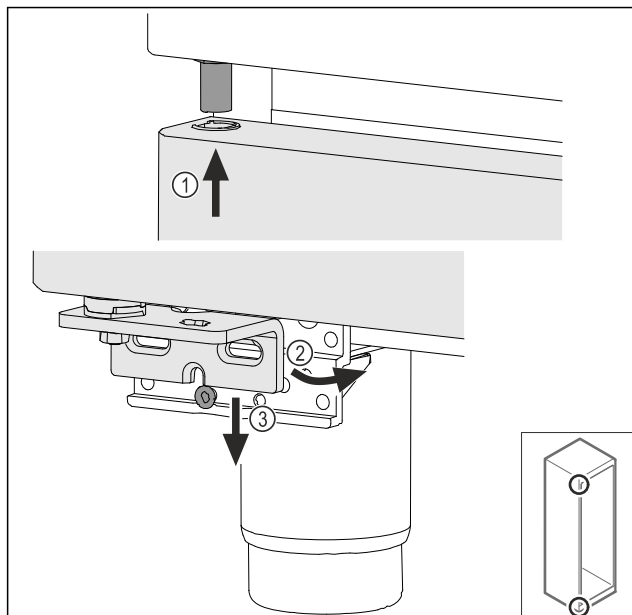

Fig. 70
- ▶ Установите дверь под небольшим уклоном сверху Fig. 70 (1), выровняйте ее прямо Fig. 70 (2) и смонтируйте снизу на винт опорного кронштейна Fig. 70 (3).